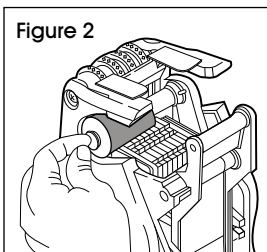

Figure 2
3. Tenez le nouveau rouleau encreur par sa tige. (Voir Figure 2)
4. Faites-le glisser sur le montant, en l'enclenchant en place. (Voir Figure 2)